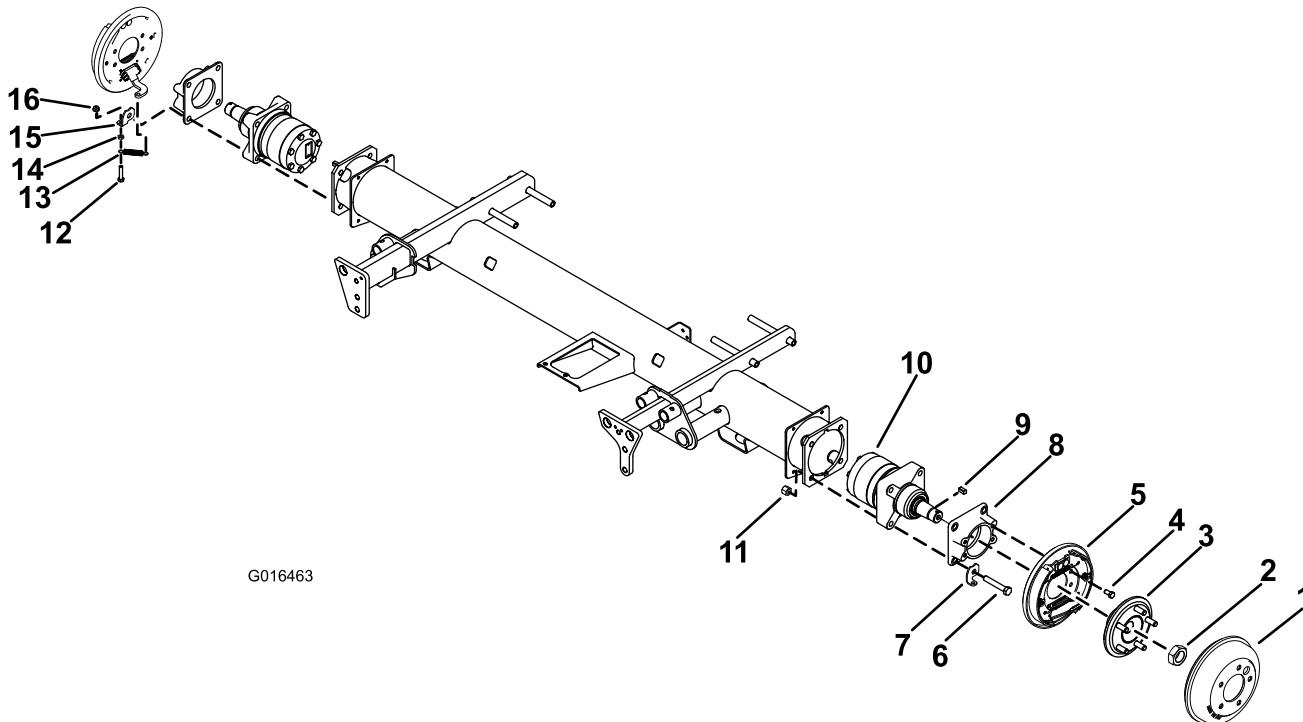

図 1
古い機器の取り外し（図1）
新しい機器を取り付ける (図1)
- キャップスクリュに $1/2$ インチのロックナット (4個) を取り付けて締め付け、モータ、ブレーキアダプタ、スプリングクリップをフレームに固定する。各ねじを 67-83 ft-lb (91-113 Nm (9.3~11.4 kg.m)) にトルク締めする。スプリングクリップが図1のよう取り付けられていることを確認する。